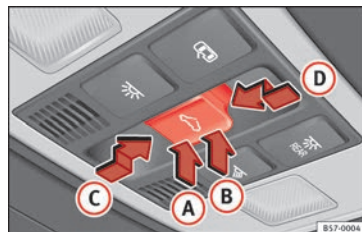

Fig. 132 Nel rivestimento interno del tetto: tasto del tettuccio di vetro.
Il tasto » fig. 132 presenta due livelli. Nel primo livello è possibile porre il tettuccio di vetro in posizione di deflettore e aprirlo o chiuderlo, completamente o parzialmente. »
- *Tettuccio di vetro:* prima che siano trascorsi approssimativamente 5 secondi dall'attivazione della protezione antischiacciamento, premere il tasto  » » **fig. 132** fino al secondo livello nel senso della freccia » » **fig. 132** ① finché il tettuccio non si sarà chiuso completamente.